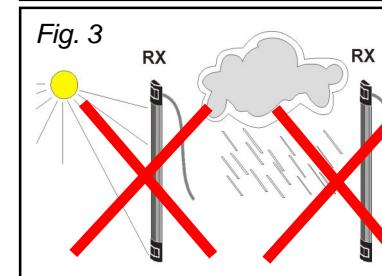

Fig. 3
- » Non orientare il ricevitore contro la luce solare diretta o esposto direttamente alle intemperie (fig. 3).
» Ne jamais diriger le récepteur vers le plein soleil ni l'exposer à l'intempérie (fig. 3).
- » Never direct the receiver towards the sun light nor expose it to the inclemency of the weather (fig. 3).